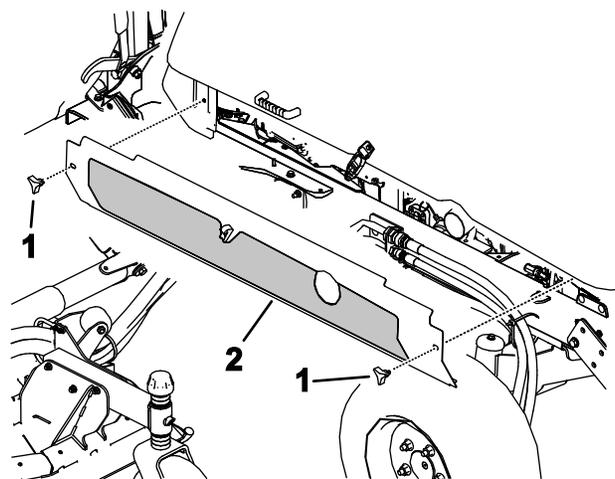

Figure 108
4. Desserrez les boutons et déposez les deux tôles de protection latérales (Figure 108).
5. Reposez les tôles de protection latérales (Figure 108).